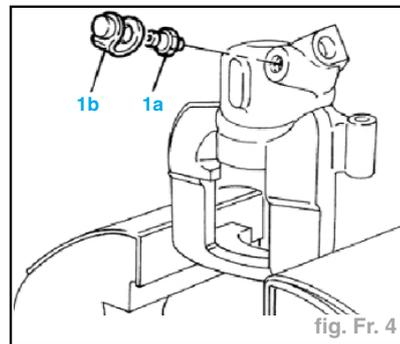

fig. Fr. 4
- Placer l'étrier de freins AV dans un étau et déposer le clapet de purge (1a) avec son capuchon (1b) (fig. Fr. 4).